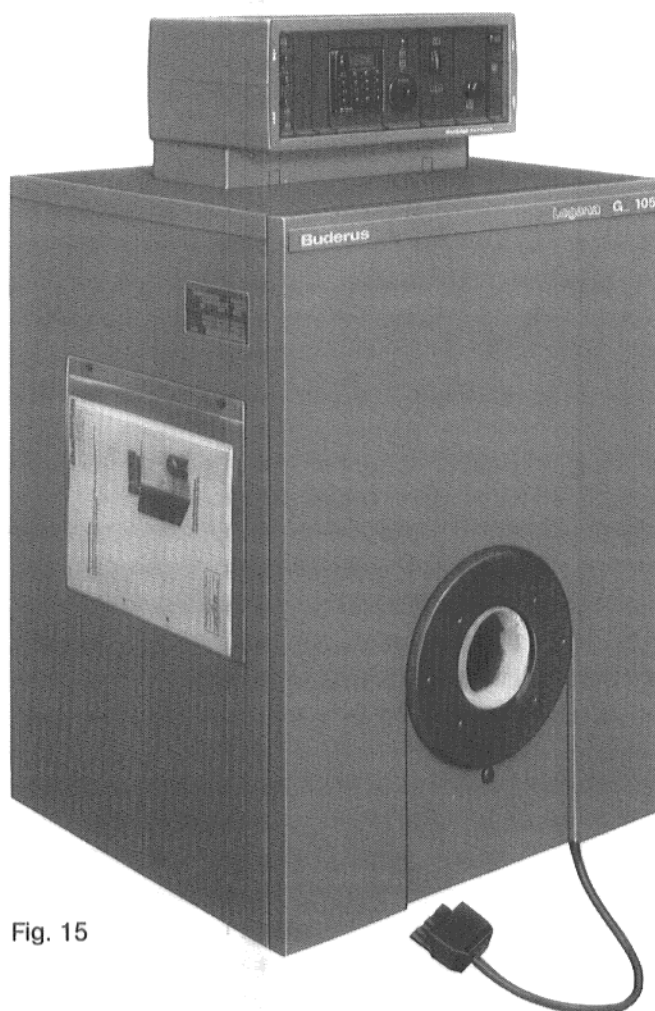

Fig. 15
- 6.15 Porre la **parte superiore del quadro comando** sulla basetta ed avvitare con le due viti frontali (Fig. 15).